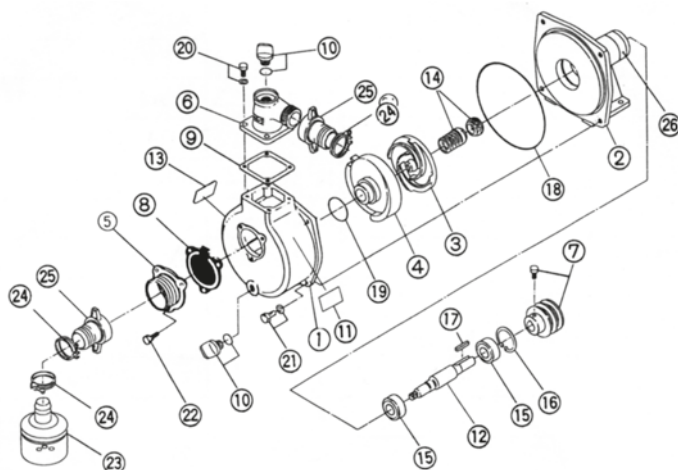

Рис. 3
5.1. Насос (качающий узел, рис. 3 с детализировкой, таблица 3) включает в себя: